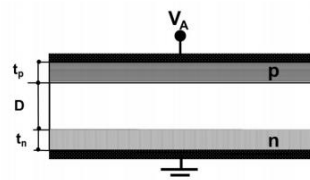

Figura 2. Giunzione p-i-n.
Si supponga ora di inserire tra le due zone n e p uno strato di silicio non drogato di spessore $D=500\text{nm}$ (*Figura 2*) e si polarizzi il componente per raggiungere il campo elettrico massimo di 200kV/cm :
- Che tensione V_A si deve applicare ai capi del dispositivo in *Figura 2* per portarsi nelle condizioni di campo elettrico richieste?